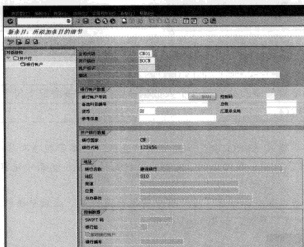

图 6-64 填写银行账户细节信息
STEP 5 单击“新条目”按钮，弹出“新条目：所添加条目的细节”界面，如图 6-64 所示。在此需要针对该银行填写相应的账户参数，例如“账户标识”、“银行账户号码”等，完成后单击“”按钮保存即可。